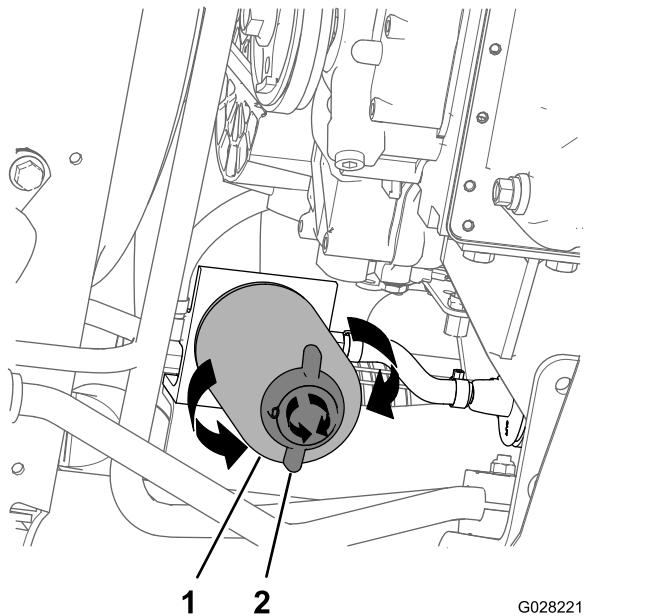

Figura 75
4. Allineate una bacinella di spurgo sotto il filtro del carburante; fate riferimento a Figura 75 nella sezione Sostituzione del filtro del separatore di condensa (pagina 62).
2. Posizionate una bacinella di spurgo sotto il filtro del separatore di condensa (Figura 75).
3. Ruotate la valvola di spурgo nella parte inferiore del filtro del separatore di condensa in senso antiorario (Figura 75).
4. Pulite l'area attorno al filtro del separatore di condensa e il supporto dell'adattatore del filtro (Figura 75).
5. Rimuovete il filtro del separatore di condensa (Figura 75).
9. Assicuratevi che la valvola di spурgo nella parte inferiore del filtro del separatore di condensa sia ruotata saldamente in senso orario (Figura 75).